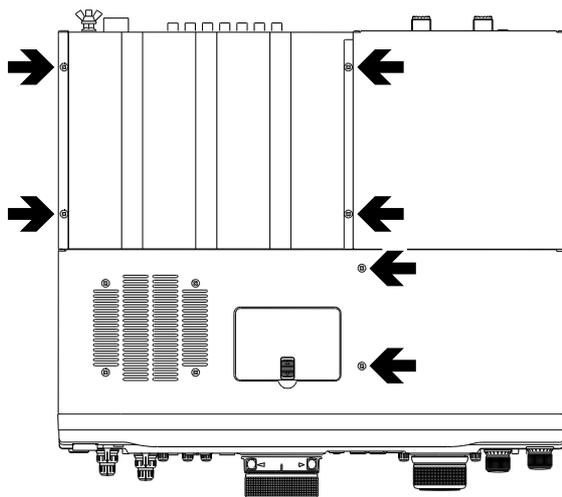

Abbildung 2
- Lösen Sie die sechs Schrauben (➡) auf der Oberseite des Gehäuses (siehe Abbildung 2). Klappen Sie den Gehäusedeckel auf, und entfernen Sie das Lautsprecherkabel vom Lautsprecher. Nehmen Sie dann den Deckel und die Seitenwände ab.